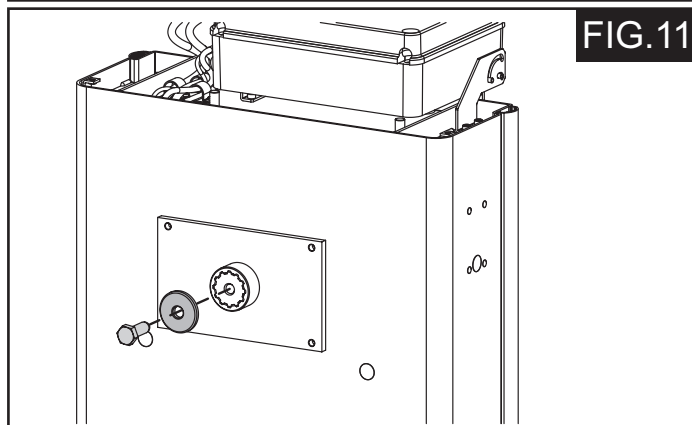

FIG.11
12.- Fije el plato porta-barra con el correspondiente tornillo y arandela (Fig.11).